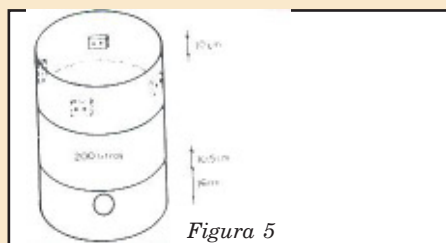

Figura 5
- No tambor de 200 litros é feito um buraco de 10,5cm de diâmetro, distante da base 16cm, a fim de conectar o tubo fixado no tambor de 20 litros. Quatro ressaltos de madeira, situados a 10cm abaixo da borda da tampa, deverão ser fixados dois a dois, de maneira a ficarem em distâncias equivalentes entre si. Os ressaltos servirão para sustentar as telas, quando forem defumados peixes ou camarões (Figura 5).